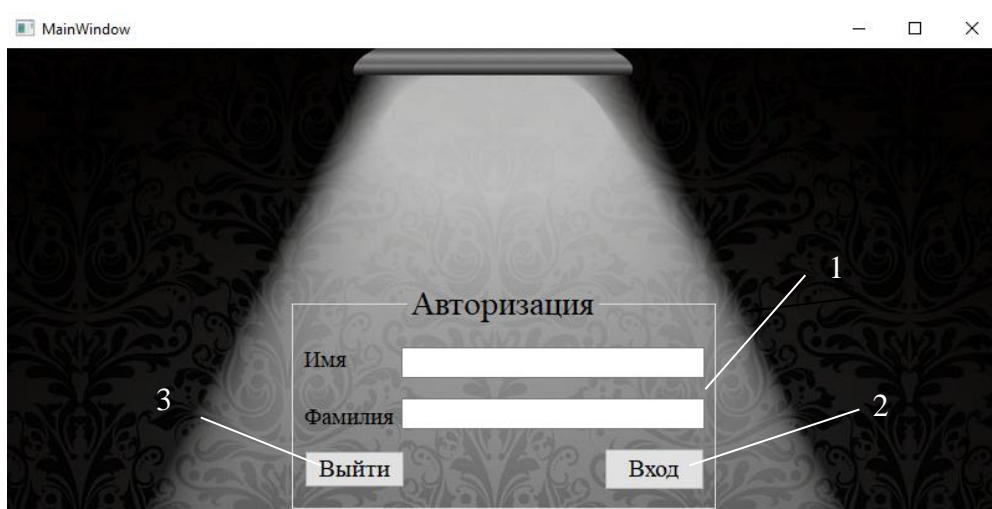

Рисунок 2.1 – Окно с авторизацией
После запуска программы будет предоставлено окно авторизации (рис.2.1).
1. Запустить программу на выполнение. Появится окно авторизации (см. рис.2.1).
1. Запустить программу на выполнение. Появиться окно авторизации (см. рис.2.1).